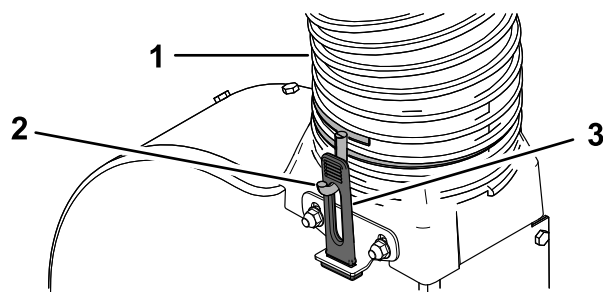

Figure 22
- Serrez le collier à l'autre extrémité du nouveau tube flexible de 2 à 3 tours (Figure 22).
3. Installez le tube flexible par-dessus la partie intermédiaire du ventilateur de sorte qu'il forme un coude d'environ 90 degrés par rapport au capot. Réglez l'orientation des crochets du collier du tube flexible de manière qu'ils soient alignés sur les loquets en caoutchouc, et fixez le flexible en tirant sur les loquets en caoutchouc et en les engageant sur les crochets (Figure 22).